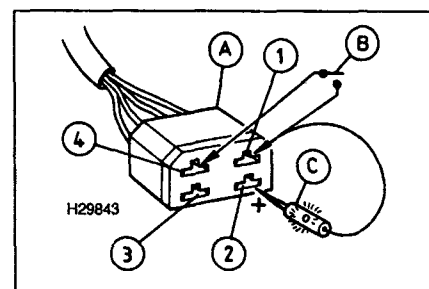

Рис. 5.2. Motronic ML4.1. Подключение светодиода и вспомогательного выключателя для извлечения "мигающих" кодов
- 1 Подсоедините к 4-штырьковому разъему светодиод и вспомогательный выключатель, как показано на рис. 5.2.
- 1 Подсоедините светодиод и вспомогательный выключатель, как показано на рис. 5.2.